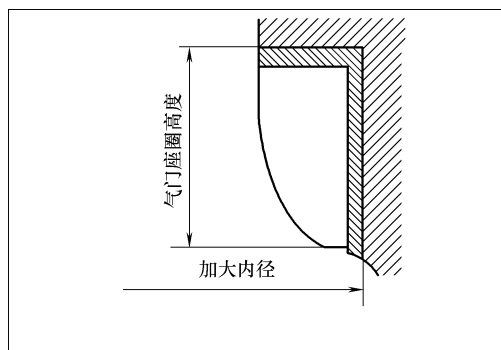

图 2-84 加大气门座高度
② 如图 2-84 所示, 将气缸盖上的气门座孔, 按加大后的气门座外径进行加工修整。气门座圈直径见表 2-8。